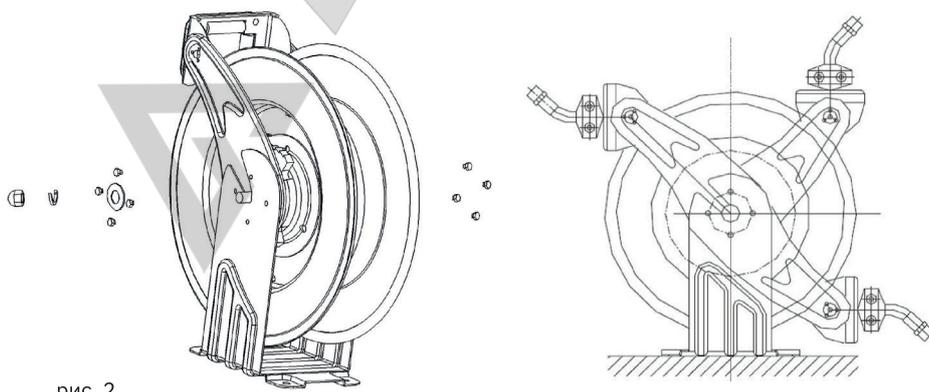

рис. 2
5. Поверните направляющий рычаг и отрегулируйте его в одном из трех рекомендуемых положений (см. рисунок 2).